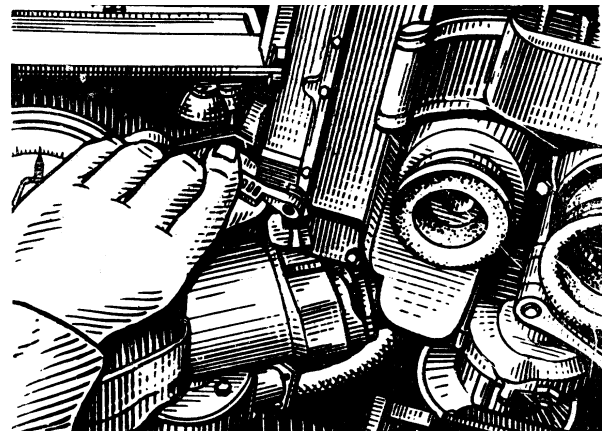

Рис. 68. Переведення рукоятки приводу шторки прицілу БПК-1-42 у положення «ОТКР.» («ЗАКР.»)
- перевести рукоятку приводу шторки, яка розташована в нижньому лівому куті панелі прицілу, в положення ОТКР. (рис. 68), при цьому відбудеться автоматичне вмикання блоку живлення та на панелі прицілу загориться червоний світловий діод;